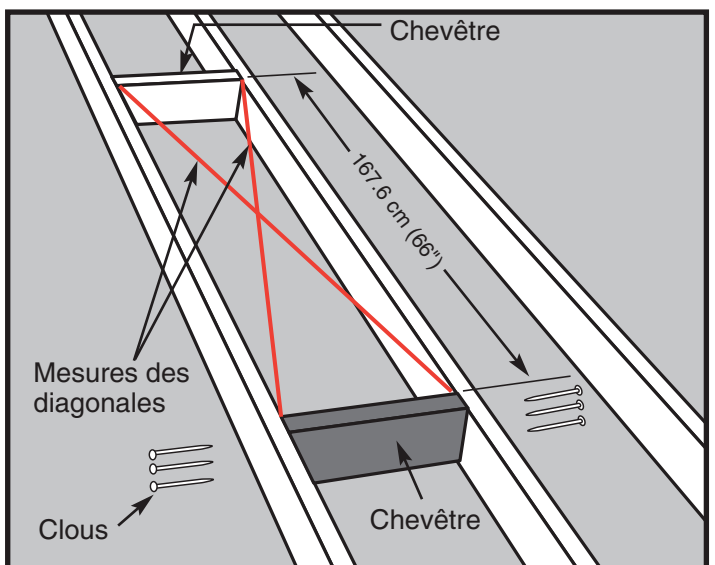

Figure 13 Façon de vérifier la perpendicularité
ÉTAPE 5. Positionnez la deuxième chevêtre à 167.6 cm de la première et répétez l'étape 4 (Voir la Figure 13).
ÉTAPE 6. L'encadrement pour l'ouverture brute nécessite quatre côtés. Les chevêtres posés constituent deux de ces côtés. Si vos solives de plafond sont espacées de façon à constituer les deux autres côtés de l'ouverture brute, contrôlez que tout est d'équerre en mesurant les diagonales. Ces mesures doivent être égales à 3 mm près pour que la perpendicularité soit acceptable (Voir la Figure 13).